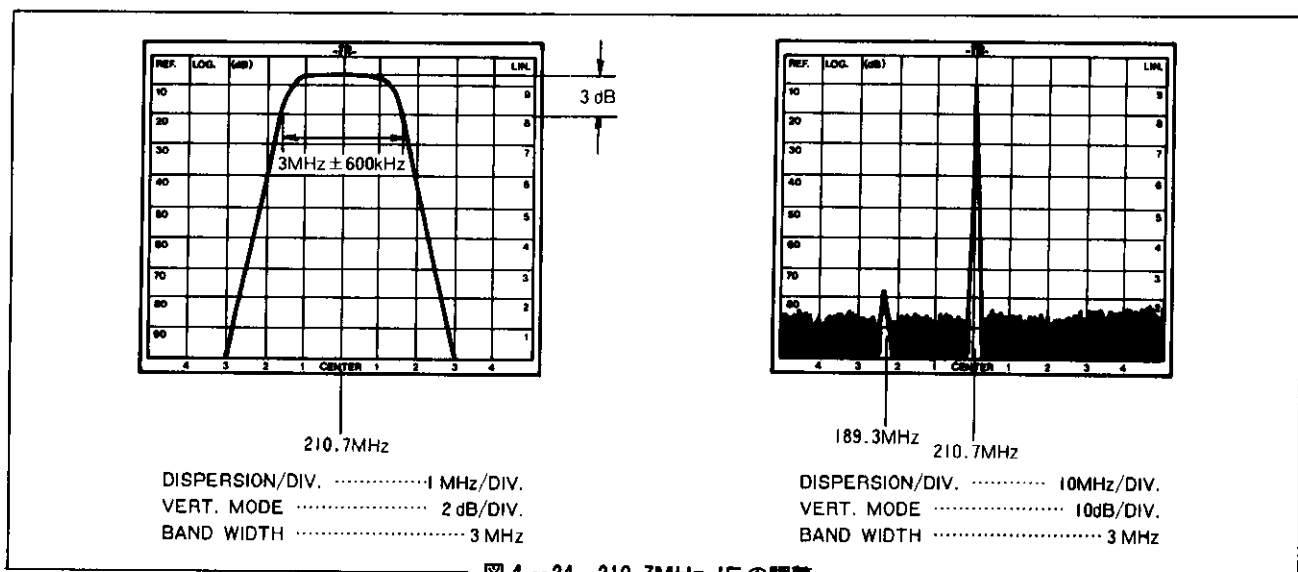

図4-24 210.7MHz IFの調整
- VERT. MODEを10dB/DIV.に、DISPERSION/DIV.を10MHz/DIV.にそれぞれ設定変更します。管面中央(CENTER)から左へ21MHz離れた189.3MHzのスプリアスが見えなくなるように、C108を調整します。〔図4-24〕